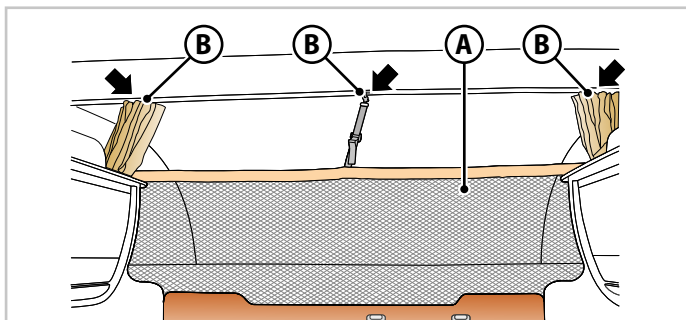
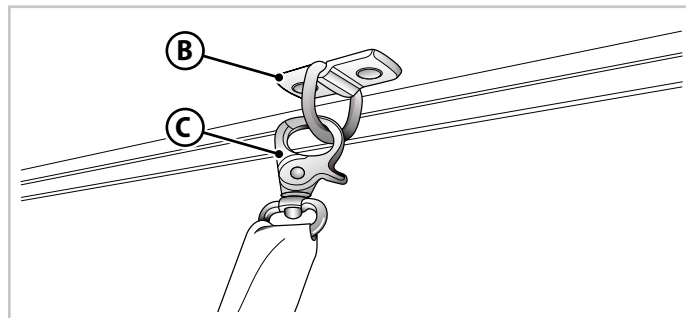

Fig.6.18 - Fallsikringsnett for den vipbare sengen
Fig.6.19 - Krok fallsikringsnett
- Fest fallsikringsnettet (**A** - Fig.6.18) ved hjelp av krokene (**B** - Fig.6.18 og Fig.6.19) i ringene (**C** - Fig.6.19).